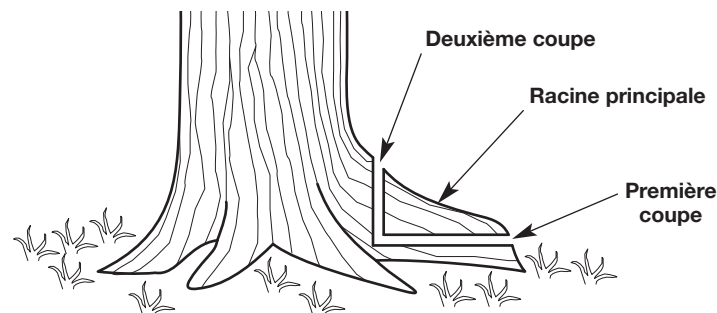

Fig. 16
1. Faites une coupe horizontale dans la racine principale (Fig. 16). Pour éviter que le guide-chaîne ne soit pincé par le poids du bois, faites toujours cette coupe en premier.
2. Faites une coupe verticale dans la racine principale (Fig. 16).